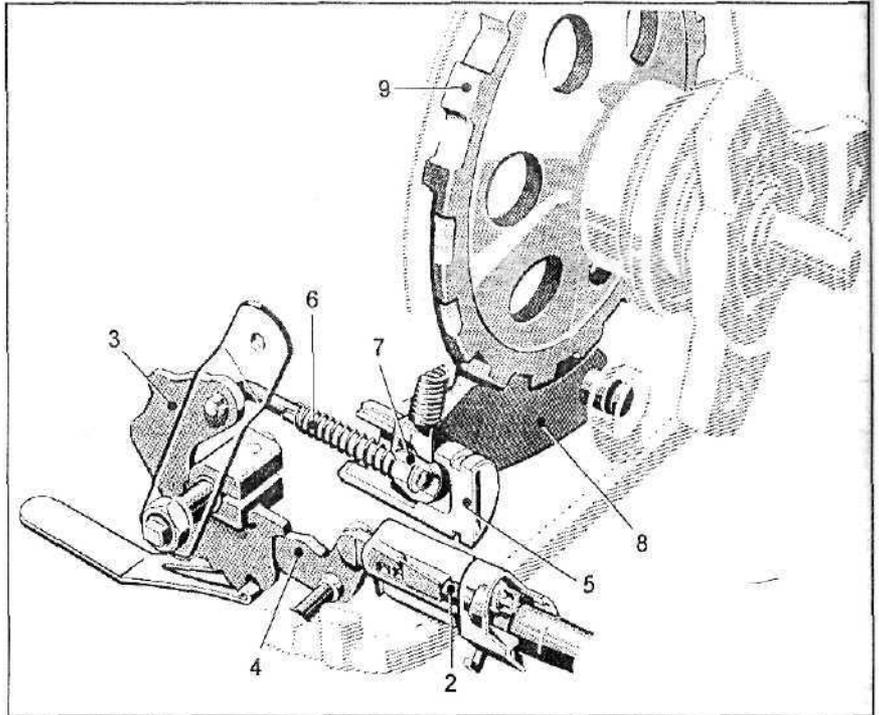

Рис. 14.
Механизм состоит из храпового колеса (9), защелки (8), конусной тарелки (7) с пружиной (6) и направляющей втулки (5) (рис. 14). Блокировочный рычаг (4) и соединительная штанга (2) служат для блокировки механизма парковки (см. раздел "Стопор механизма блокировки выходного вала АКПП").